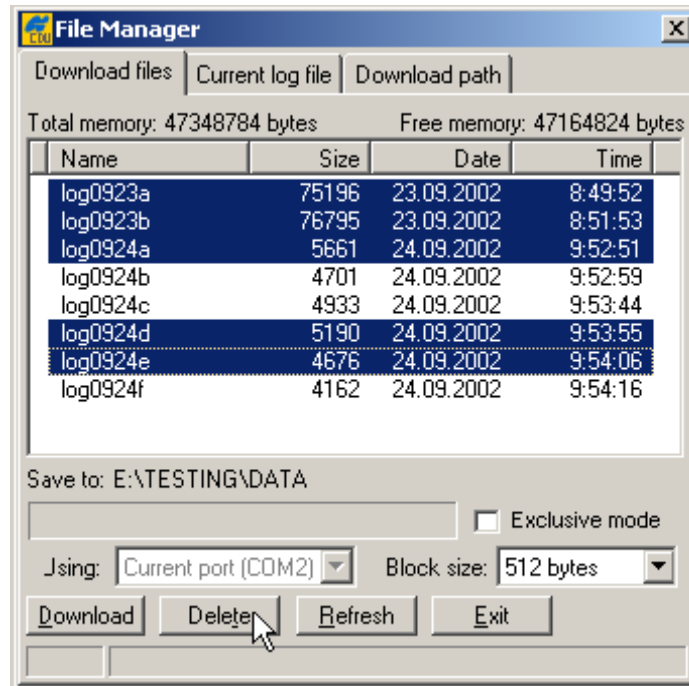

Рисунок 5-14. Удаление файлов
- Выберите пункт меню **File > File Manager (Файл > Управление файлами)** и в появившемся диалоговом окне **File Manager (Управление файлами)** выберите вкладку **Download path (Каталог для загрузки)**, см. рис. 5-14 на стр. 5-9.
- Щелкните на кнопке **Delete (Удаление)**, см. рис. 5-14 на стр. 5-9.